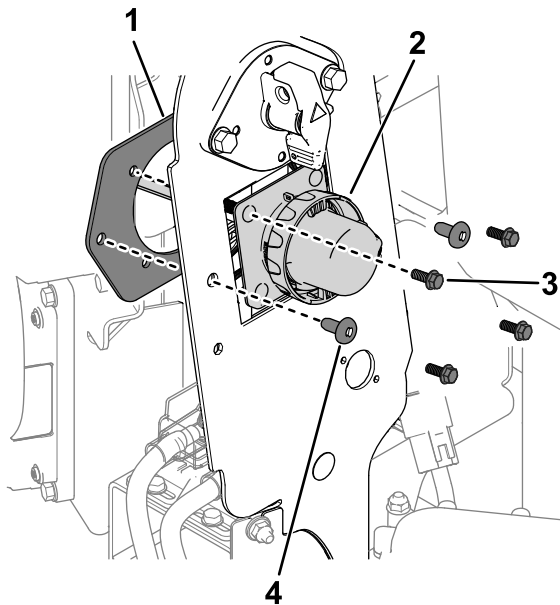

図 2
- チャージャコネクタとコネクタプレートをフレームパネルに固定しているハードウェアを取り外す (図2)。